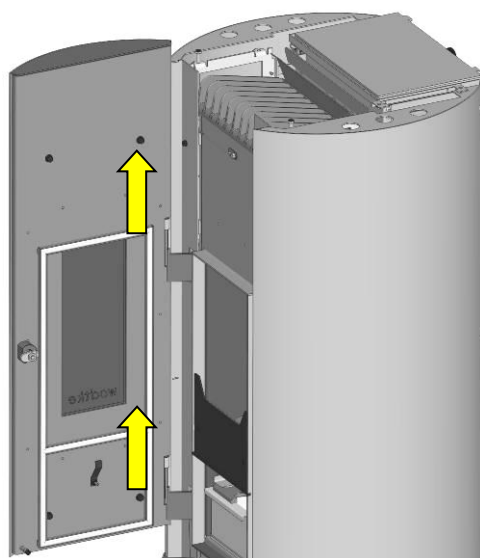

Fig. 25 : retirer la porte
1. Ouvrir la porte à l'aide de la poignée six pans creux fournie et la retirer vers le haut (Fig. 25).